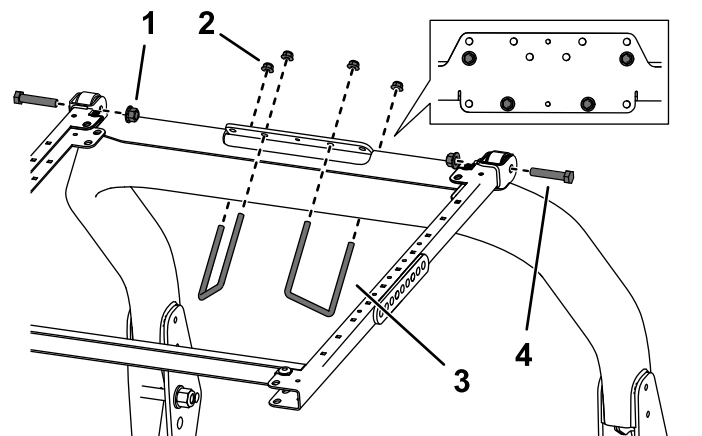

図 38
6. ROPS 取り付けブラケットを、トラクションユニット ROPS の上部にセットする図 38。ROPS が ROPS 取り付けブラケットの中央にあることを確認してください。
7. 図 38 に示されている取り付け穴を利用して、ROPS 取り付けブラケットを ROPS 上部に取り付ける U ボルト $3\frac{1}{2}$ x 5" 2 本とフランジナット 4 個を使用する。